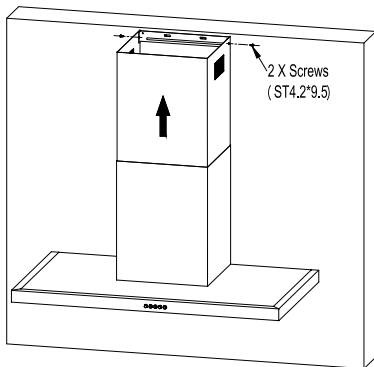

Рисунок 8
6. Подключите U-образную секцию к втягиванию воздуха и закрепите его с помощью винтами ST4.2\*9.5. См. Рисунок 8.